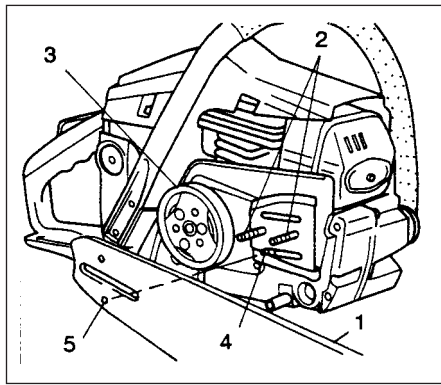

Fig.1-1
1. Fjern sidedekselet ved å skru ut de to sverdfestemutterne og monter sverdet (1) på de to boltene (2), skyv det deretter mot tennene (3) så langt det går. Vær sikker på at kjedestrammetappen (4) går inn i hullet i kjedet (5). (Fig. 1-1)